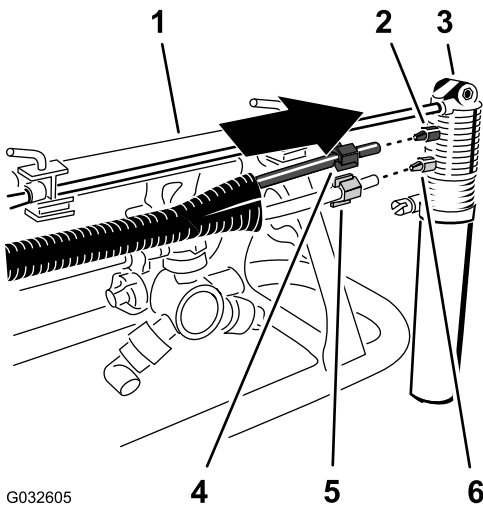

图 28
1. 滑动蓝色管子两端的蓝色压紧螺母和透明管子两端的白色压紧螺母图 28。
- 将透明管子带白色压紧螺母的一端与泡沫标记喷嘴的白色接头对齐然后用手拧紧压紧螺母图 28。
- 将蓝色管子带蓝色压紧螺母的一端与泡沫标记喷嘴的蓝色接头对齐然后用手拧紧压紧螺母图 28。